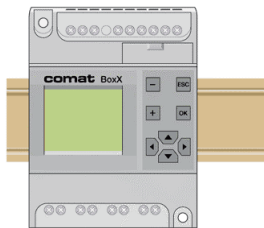

Fig. 2.1
1. Aufschnappbar auf DIN Schiene gem. Fig. 2.1.